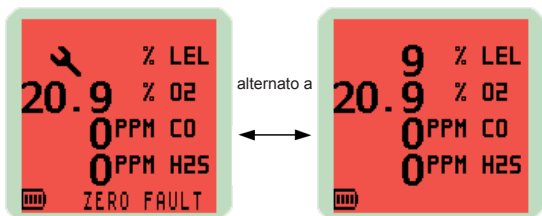

Fig. 4-10 Errore di verifica
- 3) La visualizzazione dell'avvertenza "ERRORE DI ZERO" e il simbolo lampeggiante di una chiave, alternati al valore LEL di un gas, come illustrato in Fig. 4-10, suggeriscono di lasciare strumento per 30/60 minuti per poi spegnerlo e riaccenderlo. Se l'errore persiste, portare lo strumento presso un centro autorizzato di Manutenzione/Riparazione GMI.